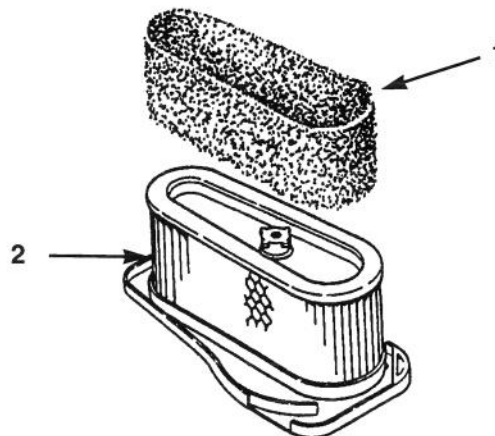

Bild 28
4. Den Schaumeinsatz vorsichtig vom Papiereinsatz abschieben (Bild 28).
1. Den Schaumeinsatz vorsichtig über den Papierluftfiltereinsatz stülpen (Bild 28).